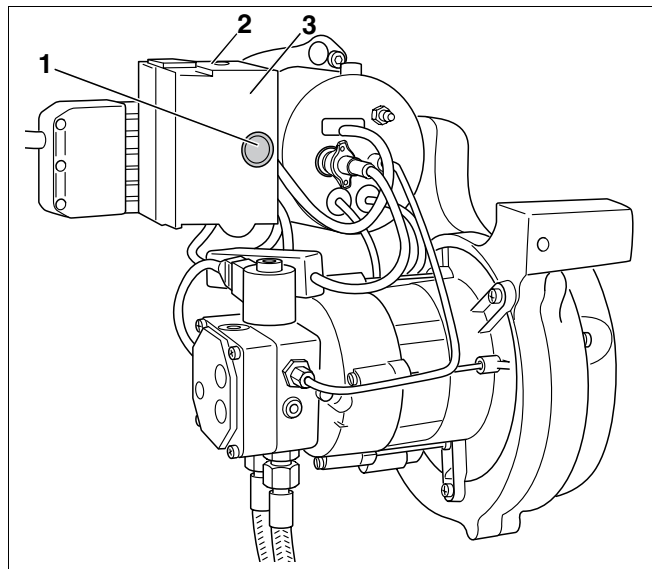

Fig. 31 Bouton de réarmement et voyant de signalisation
- Purgez le système à l'aide de la pompe de fioul intégrée et non pas en réappuyant plusieurs fois sur le bouton de réarmement (fig. 31, **pos. 1**).
- Appuyer sur le bouton de réarmement (fig. 31, **pos. 1**) pendant plus d'une seconde (enclencher). Env. cinq secondes plus tard, le brûleur se met en mode démarrage ou mode de service (voir Tableau 8, "Signalisation de l'état de service du brûleur avec la LED à plusieurs couleurs", page 18).
- Appuyer sur le bouton de réarmement (fig. 31, pos. 1, page 26).